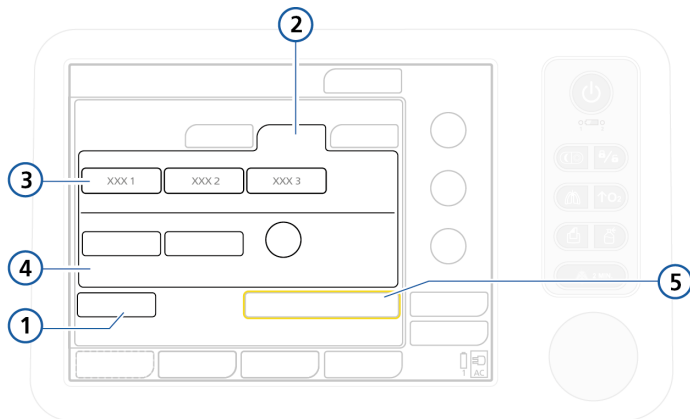

图 4-2. 病人设置 / 待机窗口（成人 / 儿童）
开始通气后，将显示病人设置窗口（图 4-2），及默认设置。选择、调整和激活所需项。
- **成人 / 儿童**。针对成人和儿童病人（图 4-2）。欲获取年龄和体重范围，请参阅表 4-1。